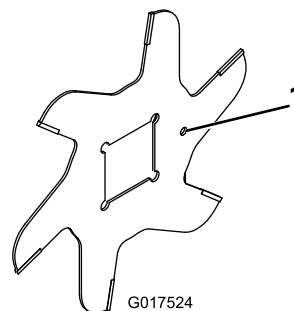

Рисунок 12
1. Соберите ножи барабана (Рисунок 12).
4. Устанавливайте каждый последующий нож по часовой стрелке таким образом, чтобы соответствующее установочное отверстие (Рисунок 12) не было совмещено с первым отверстием ножа одной плоскостью вала.